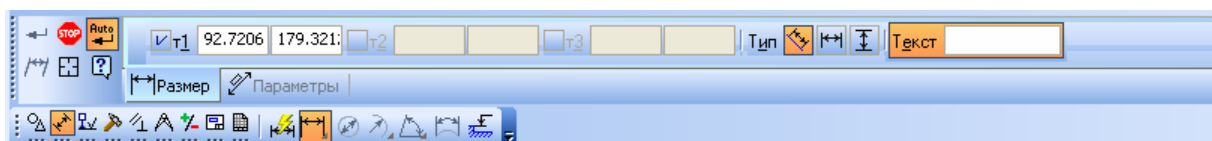

Рисунок 4.7 **Панель властивостей: Лінійний розмір, Компактна панель і Рядок стану**
– клацніть у панелі інструментів по кнопці  - **Линейный размер**. З'явиться відповідна **Панель свойств: Линейный размер** (рис. 4.7).